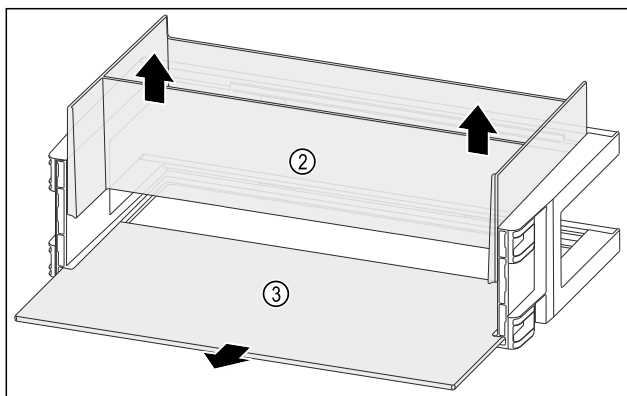

Fig. 109
- Odoberte organizátor Fig. 109 (2) nahor.
- Odoberte odkladaciu plochu Fig. 109 (3).